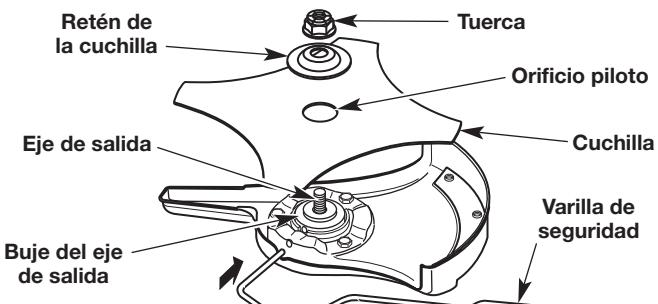

Fig. 16
- Mientras sostiene la varilla de seguridad en su lugar, coloque la cuchilla sobre el alojamiento del eje de salida (Fig. 16).
ADVERTENCIA: Para evitar lesiones personales graves, asegúrese de que el orificio piloto de la cuchilla se asiente de forma plana contra el casquillo del eje de salida (Fig. 16). La unidad vibrará y la cuchilla se puede desprender si la cuchilla no está centrada.
- Coloque la retención de la cuchilla sobre el eje de salida con la superficie plana contra la cuchilla (Fig. 16).
- Atornille la tuerca sobre el eje de salida (Fig. 16).